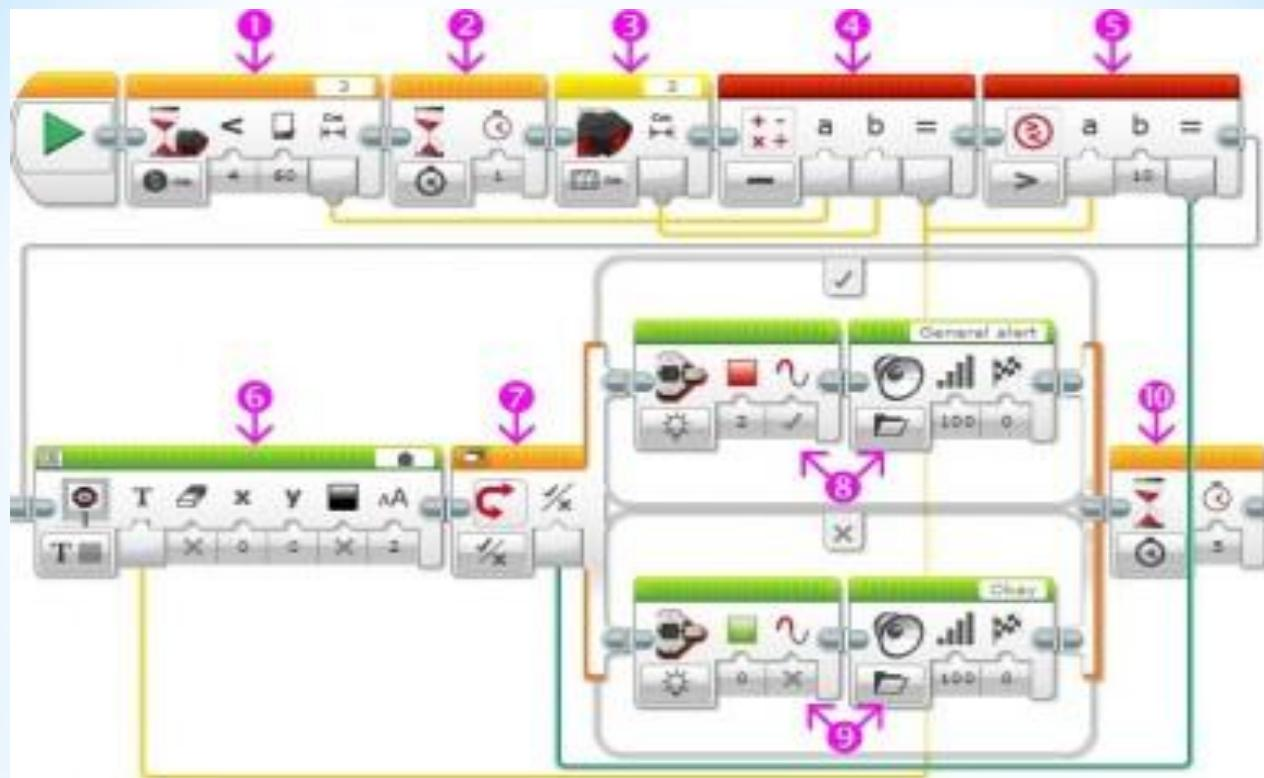

Рис. 6
- * С помощью программного блока "Ожидание" ждём появления объекта в зоне контроля робота (Рис. 6 поз. 1). Расстояние до объекта передаем в программный блок "Математика" (Рис. 6 поз. 4).
- * Второй раз снимаем показание ультразвукового датчика (Рис. 6 поз. 3) и передаем полученное значение в программный блок "Математика" (Рис. 6 поз. 4).
- * В программном блоке "Математика" находим расстояние, пройденное объектом измерения за 1 секунду. Полученное значение передаем в программный блок "Сравнение" (Рис. 6 поз. 5) и выводим на экран (Рис. 6 поз. 6).
- * С помощью программного блока "Сравнение" (Рис. 6 поз. 5) сравниваем пройденное расстояние с пороговым значением, равным 10. Результат сравнения двух чисел представляет собой логический вывод. Логический вывод может принимать одно из двух значений: "Да" или "Нет". Этот вывод мы передаем в программный блок "Переключатель" (Рис. 6 поз. 7), настроив его на прием логических значений. Обратите внимание: шины данных, передающие логические значения, окрашены в зеленый цвет, в отличие от желтых шин данных, передающих числовые значения. (В дальнейшем мы подробнее ознакомимся с принципами обработки логических значений).
- * С помощью программного блока "Переключатель" мы организуем две ветки поведения программы в зависимости от скорости объекта. Если объект за 1 секунду приблизился к роботу, больше чем на 10 см, значит, будем считать его приближение критическим и подадим сигналы тревоги (Рис. 6 поз. 8). В противном случае будем считать, что объект движется медленно, в этом случае робот включит зеленую подсветку клавиш модуля EV3 и произнесёт "Okay".
- * В конце программы еще раз воспользуемся программным блоком "Ожидание" (Рис. 6 поз. 10) и "придержим" завершение программы на 5 секунд, чтобы успеть проанализировать информацию на экране модуля EV3.